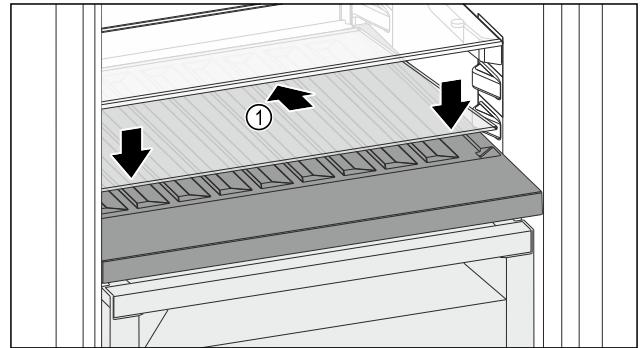

Fig. 88
- Glasplatte Fig. 88 (1) schräg und nach hinten unten geneigt ansetzen.
- Glasplatte Fig. 88 (1) vorne absenken.